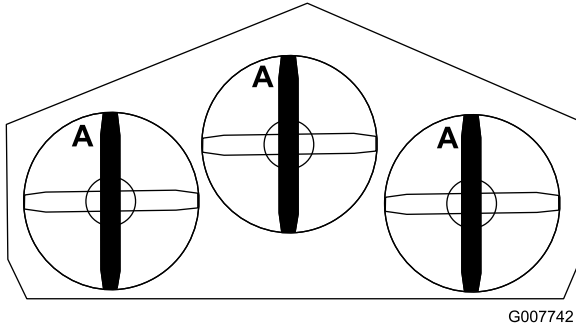

Bild 53
1. Drehen Sie die Schnittmesser, bis die Enden nach vorne und hinten gerichtet sind (Bild 53).